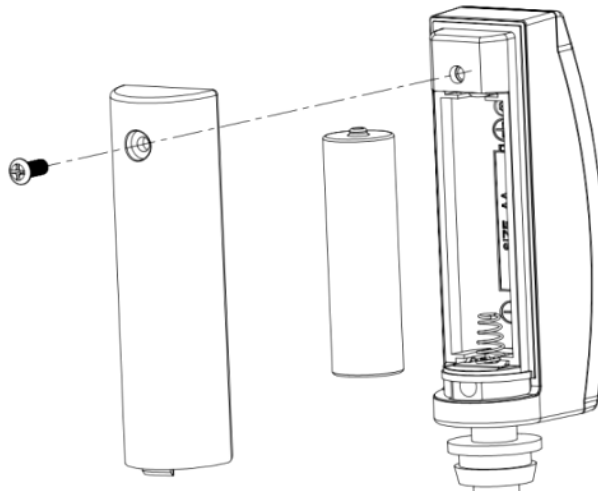

Abbildung 2: Einlegen der Batterie
1. Entfernen Sie das Batteriefach auf der Rückseite des Senders, indem Sie die Schraube entfernen (siehe Abbildung 2):